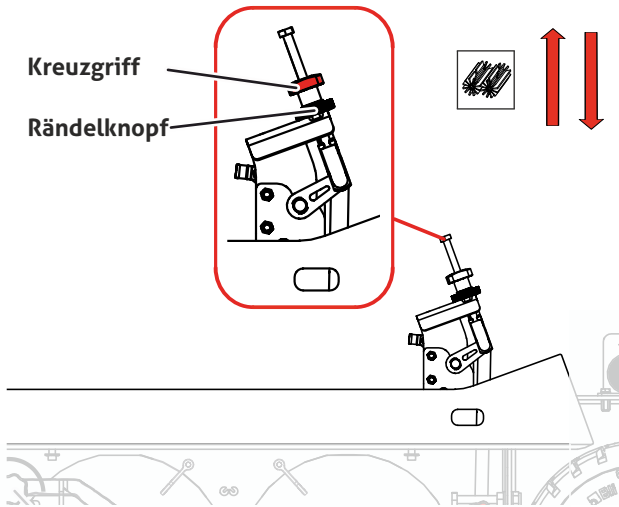

Abb. 56
- Lösen Sie den Kreuzgriff (Abb. 56)